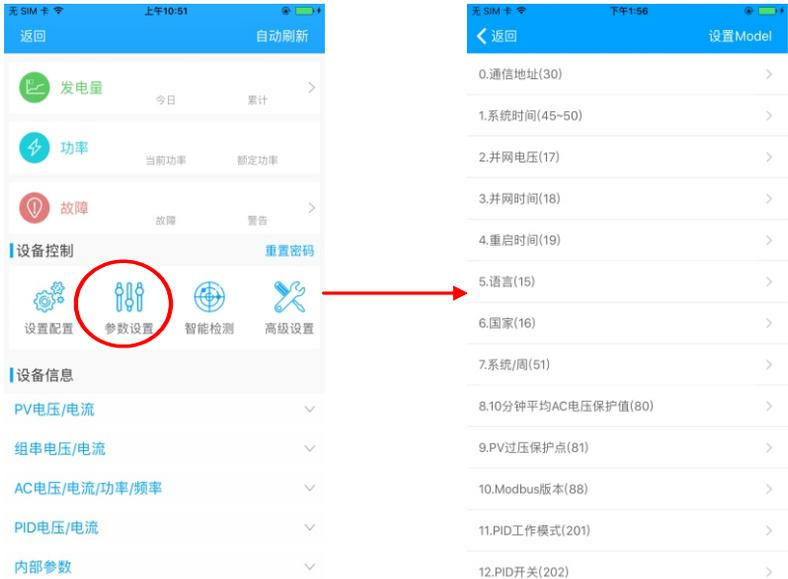

图 8.37
C.参数配置：根据使用情况对设备的参数进行修改，如图8.37。